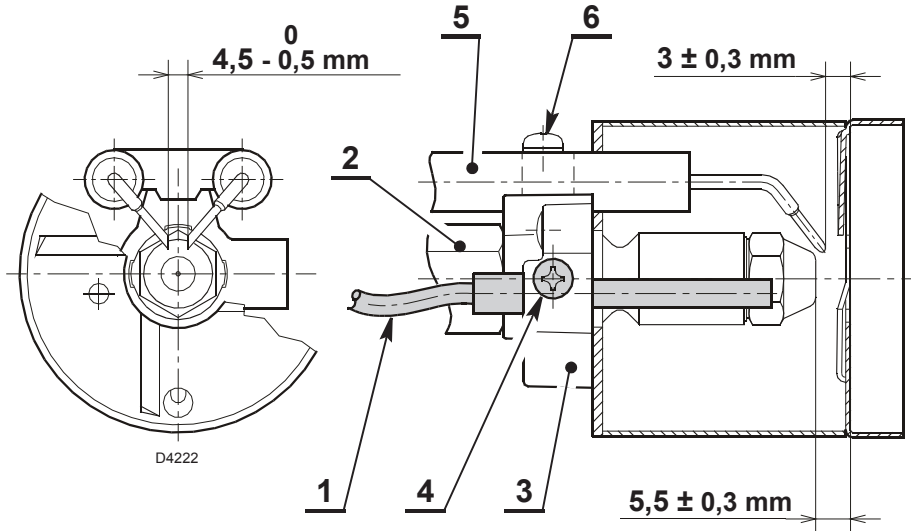

Abb. 12
Die Abstände in Abb. 12 müssen eingehalten werden.
- den Stauscheibenhalter 3) (Abb. 12) auf den Düsenstock 2) (Abb. 12) legen und mit der Schraube 4) (Abb. 12) fixieren. Für eventuelle Einstellungen der Elektrodeneinheit 5) die Schraube 6) (Abb. 12) lockern.
- Die Glasfaser 1)(Abb. 12) bis zum Anschlag in die Stauscheibenhalterung 3) einsetzen.
- Die Schraube 4)(Abb. 12) vorsichtig festziehen, um die Glasfaser 1)(Abb. 12) zu fixieren.